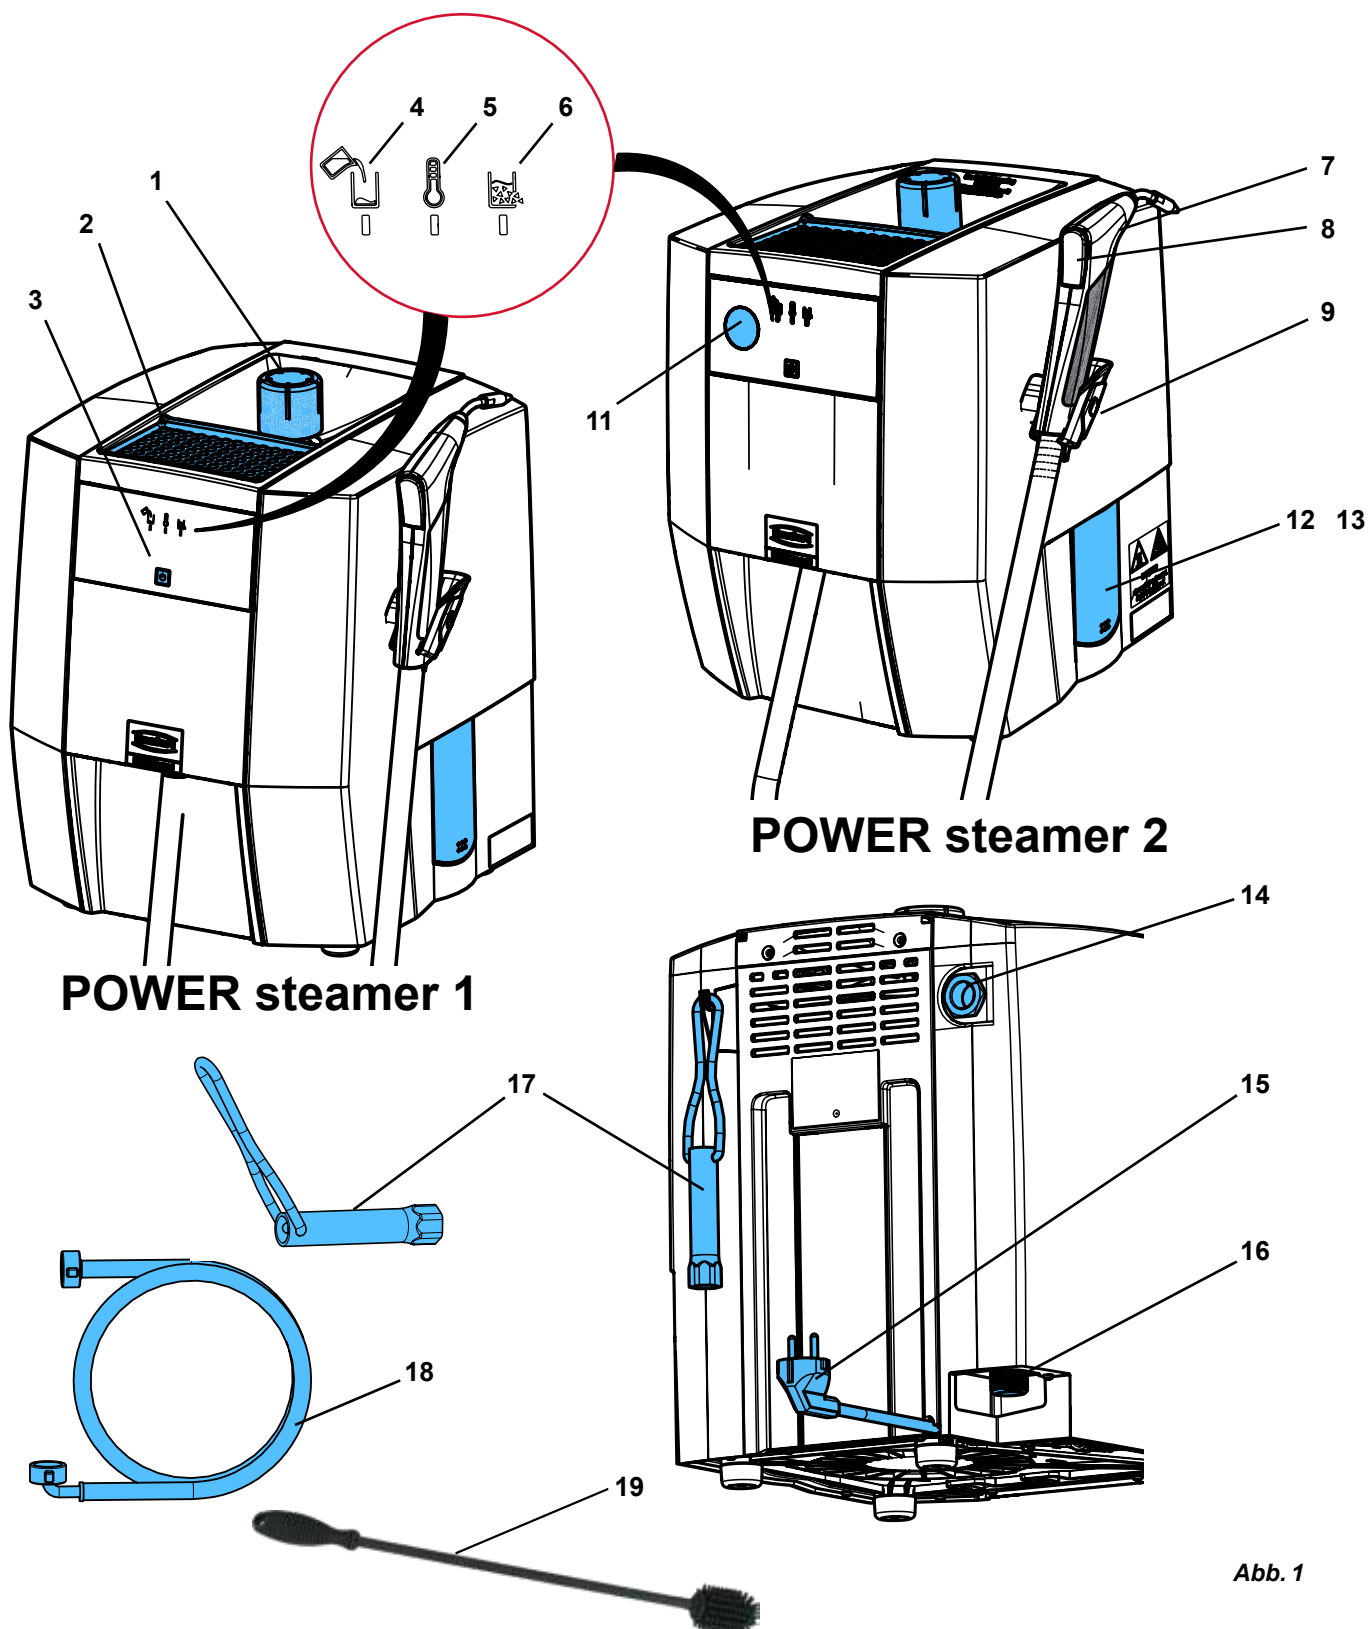

Abb. 1
- ▶ Gerät so aufstellen, dass bei einem Dampfaustritt aus der Überdruckventil-Auslassöffnung (14, Abb. 1) keine Gefährdung entsteht.
Auf der Modellablage (2, Abb. 1) können Gipsmodelle oder Einbettmassen-Modelle zum Trocknen abgelegt werden.
⇒ Tankverschluss (1, Abb. 1) einschrauben.
**Gerät so aufstellen, dass bei einem Dampfaustritt aus der Überdruckventil-Auslassöffnung (14, Abb. 1) keine Gefährdung entsteht (z. B. Gerät nicht vor einer Steckdose aufstellen).**
**Die Überdruckventil-Auslassöffnung (14, Abb. 1) darf nicht verschlossen oder in irgendeiner Weise blockiert werden.**
Vor Öffnen des Revisionsverschlusses sicherstellen, dass der Druckbehälter nicht mehr unter Druck steht. Dazu Tankverschluss (1, Abb. 1) öffnen und entfernen.
- ⇒ Gerät so aufstellen, dass Wasser aus der Revisionsöffnung (12/13, Abb. 1) in ein Becken fließen kann.